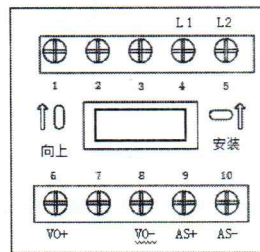

图 2 端子图
- 5.1.7. 编码型总线燃气阀执行器端子图例如图 2 所示: